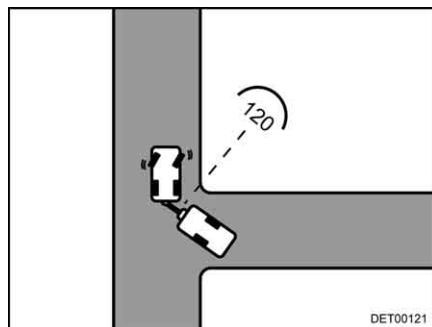

Bild 17 Start
- Stanna genast när bilen och husvagnen står i ca 120° vinkel mot varandra (Bild 17).